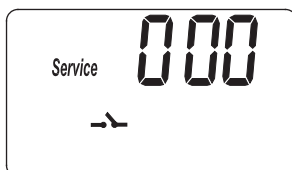

FIG. 30
1. Mantenga oprimido el botón PROGRAM (Programar) hasta que aparezca la pantalla que se indica en la Fig. 30. Cuando ello ocurra, oprima cuatro veces el botón PROGRAM (Programar) y aparecerá la pantalla que se indica en la Fig. 30.
1. Mantenga oprimido el botón PROGRAM (Programar) hasta que aparezca la pantalla que se indica en la Fig. 30. Cuando ello ocurra, oprima cinco veces el botón PROGRAM (Programar) y aparecerá una de las dos pantallas que se indican en la Fig. 32.